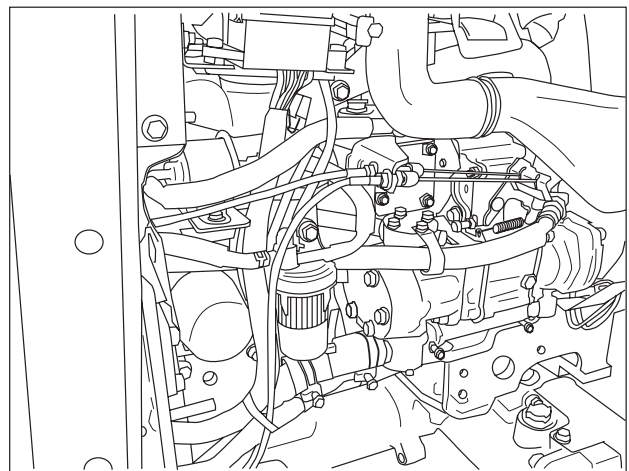

**ABB. 139**
**ABB. 139:** Die Kraftstofffiltereinheit (1) befindet sich rechts vom Motor. Der Filter dient zum Ausfiltern von Verunreinigungen aus dem Kraftstoff, bevor dieser die Einspritzpumpe erreicht.